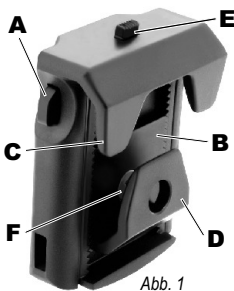
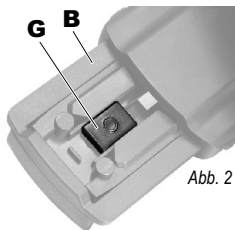
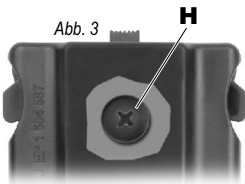

Abb. 1
Abb. 2
Abb. 3
- Der ESP-Schlagstock wird in den Holster gemäß Abb. 1 eingesteckt. Nach dem Einlegen des Schlagstocks in den Holster, wird der Schlagstock längs der Holsterachse zum flexiblen Anschlag L geschoben (siehe Abb. 2), bis er in der Bereitschaftsposition einrastet. Fehlerhaftes Einstecken des Schlagstocks in den Holster ist auf Abb. 3 dargestellt.
- Die Position, in welcher der Schlagstock gesichert sein soll, können Sie frei wählen, und zwar in der unteren oder oberen Lage je nach dem, wie Sie trainiert sind, um den Schlagstock zu ziehen. Das Holster ist aus der Herstellung mit einer Sicherung ausgestattet, wobei der gesicherte Zustand in der oberen Lage der Sicherung P vorliegt, siehe Abb. 2, 4c. Das Entsichern erfolgt durch Verschieben der Sicherung nach unten. In der Praxis genügt es beim Ziehen des Schlagstocks mit einer Hand, das Holster mit der anderen Hand an der Sicherung P zu halten und somit kommt es zum schnellen Entriege. In Falls der Schlagstock in der unteren Lage der Sicherung P verriegelt werden soll, demontieren Sie das Holster gem. den Abb. 4a, 4b so, dass Sie mit geringem Druck die Sicherung P über die Kante vom Holsterkorpus hinausziehen. Gemäß Abb. 4d stellen Sie den Riegel J der Sicherung P in die entgegen gesetzte Position und nach Abb. 4b rasten Sie die Sicherung P zurück ein und testen ihre Funktion.
- Die Sicherung des Schlagstocks erfolgt nur durch Verschieben der Sicherung P (Abb. 2, 4d) in Richtung nach unten zum flexiblen Anschlag L. Die Entsicherung erfolgt in umgekehrter Reihenfolge. Bei geäußelter Nutzung muss der Schlagstock nicht im Holster gesichert werden, da er in der Bereitschaftsposition ausreichend fixiert ist. Die Sicherung findet nur in Situationen Anwendung, in denen extreme Verlustgefahr für den Schlagstock droht. Der Holster ist auch dann funktionsfähig, wenn die Sicherung demontiert ist – siehe Abb. 4a, 4b. Die Montage der Sicherung erfolgt gemäß Abb. 4c oder 4d und Abb. 4b.
- Der Holster ermöglicht auch das Befestigen des offenen Schlagstocks, wenn z. B. der Benutzer keine Zeit hat, ihn zu schließen und sofort freie Hände für weitere Tätigkeiten braucht. In diesem Fall ist der Schlagstock auf die gleiche Art und Weise in den Holster zu schieben, wie im Punkt 1 beschrieben ist – siehe dazu Abb. 1. Mit dem mittleren Rohr des Schlagstocks ist dabei der flexible Anschlag L zu spreizen. Weiter ist auf übliche Weise vorzugehen.
- Sollte das Drehen sehr schwer- oder wiederum zu leichtgängig erfolgen, kann man die Widerstandskraft vom drehbaren Mechanismus einstellen. Hierzu muss man den Reiter K (siehe Abb. 2) manuell in die untere Position in Richtung des flexiblen Anschlags L schieben, wodurch die Befestigungsschraube H freigelegt wird. Jetzt können Sie mit Hilfe eines Kreuzschlitzschraubendrehers die Schraube H leicht lockern oder anziehen, damit es Ihren Wünschen entspricht. Danach führen Sie den Reiter K in seine ursprüngliche Position zurück.
- **Der Schlagstock kann nicht ins Holster gesteckt werden** – Der Reiter K ist durch falsche Handhabung in die untere Position des flexiblen Anschlags L geraten – schieben Sie den Reiter in die zweite (obere) Randposition, wie auf Abb. 2 dargestellt ist.
- Sollte das **Drehen sehr schwer-** oder wiederum zu leichtgängig erfolgen, kann man die Widerstandskraft vom drehbaren Mechanismus einstellen. Hierzu können Sie mit Hilfe eines Kreuzschlitzschraubendrehers die Befestigungsschraube **H** leicht lockern oder anziehen, damit es Ihren Wünschen entspricht – **siehe Abb. 3**.